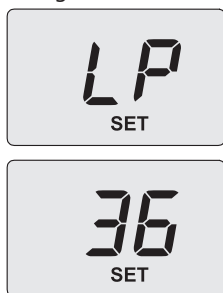

Figura 9.11
- Selezionare il parametro **1**, premere il tasto 13 (Figura 9.8) per confermare. Sul display appare **LP** alternato alla temperatura minima sanitaria (Figura 9.11).